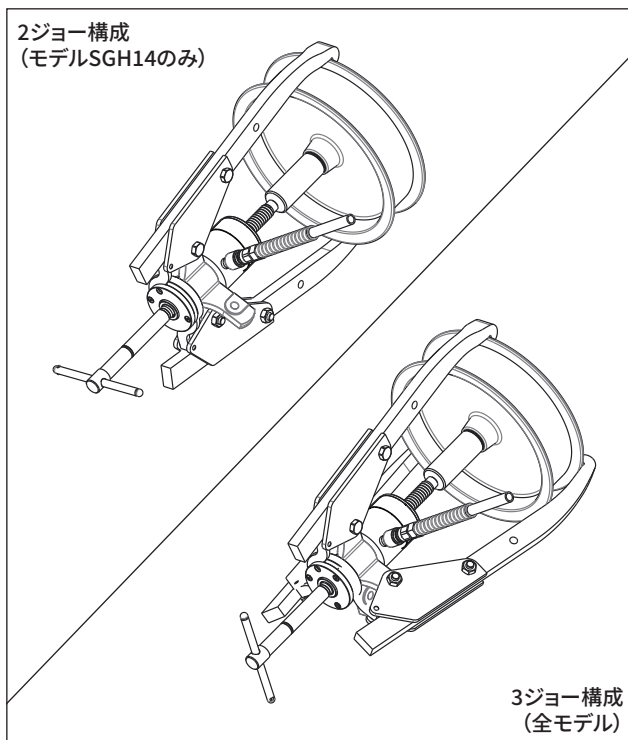

図9: プーリーの取り外し(一般的)
- プーラーまたはその他の取り外す部品にプーラーを取り付けます。例については図9を参照してください。